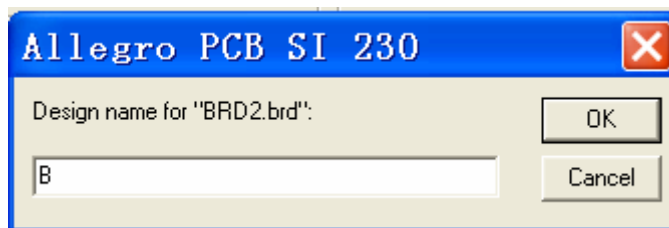

图 7—14 DesignLink 中加入 PCB2
- c. 在 BRD2.brd 设计名称区键入字母 B 并单击 OK，图 7—14